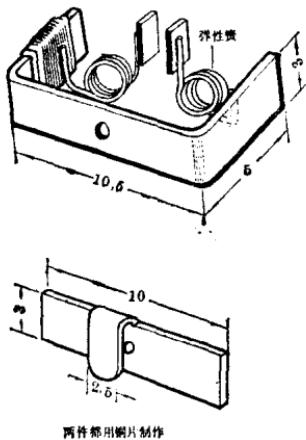

图 1-11
4. 电刷。电刷的制作比较简单。先用小提琴的 E 弦（即最细的弦），按图 1-11 绕成弹簧状，再焊上用铜片剪制的电刷片即成。电刷需做同样的两个。
5. 转子轴承。转子轴承用 0.5 毫米厚铜片按图 1-11 制作。其中靠近永久磁钢的叫后支承，另一个叫前支承。
电刷要装在前支承上面。为此应在前支承上做一个电刷支架。方法是：按图 1-11 所示部位用牛皮纸沾上胶水卷上两层，上面再用砂掉了漆皮的线径 0.2 毫米漆包线平绕一层（注意：这层漆包线不能和前支承铜片接触导电），并镀上一层锡即可。